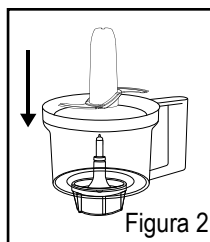

Figura 2
3. Sostenga la cuchilla en S por su eje central y colóquela sobre el poste del recipiente. Precaución: La cuchilla es muy filosa, manipúlela con cuidado. Rote la cuchilla en S para asegurarse de que esté asentada en el eje de la base del accesorio hasta el fondo a todo lo que dé. No coloque la cuchilla en S en el recipiente hasta que el recipiente esté trabado en su lugar (Figura 2). Coloque siempre la cuchilla en S en el accesorio procesador de alimentos antes de agregar los ingredientes.